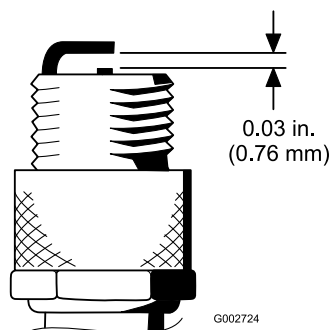

図 28
4. エアギャップを 0.76 mm に調整する(図 28)。ガスケット・シールと共に点火プラグをエンジンに取り付け、200 in-lb. (236 N.m = 2.3 kg.m) にトルク締めする。トルクレンチがない場合は十分に締め付ける。